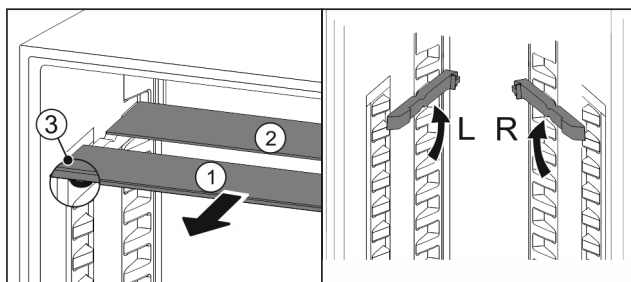

Fig. 45
- ▶ По одной извлеките Fig. 45 (1) стеклянные панели движением вперед.
- ▷ Стеклянная панель Fig. 45 (1) с декоративной планкой лежит спереди.
- ▷ Стопоры Fig. 45 (3) показывают вниз.